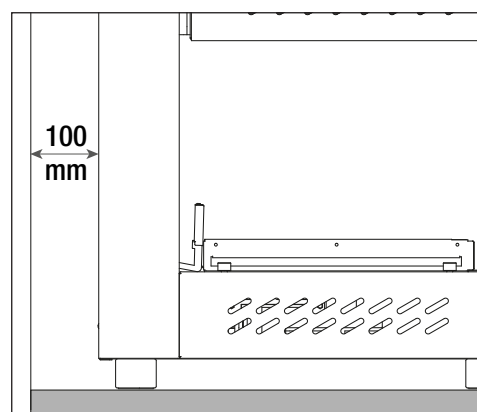

Fig. 2
- Se l'unità viene posizionata su un tavolo lasciare almeno 100 mm tra il retro della Salamandra e il muro (fig 2)